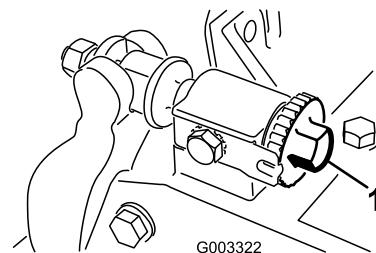

Bild 10
2. Drehen Sie die Einstellschrauben des Untermesserträgers nach links, um sicherzustellen, dass der Untermesserträger nicht die Spindel berührt (Bild 10).